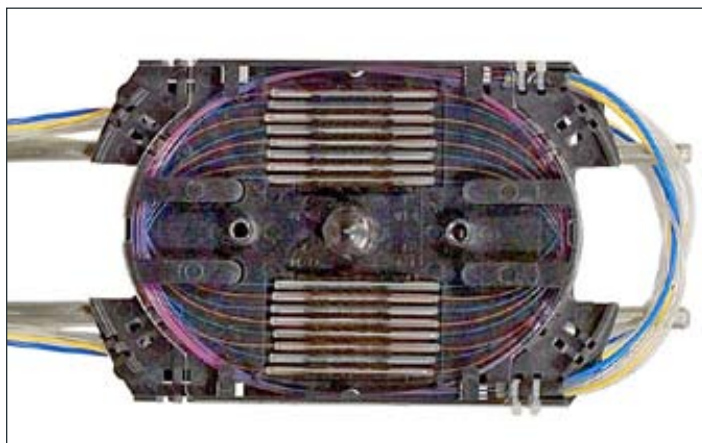

Рисунок 4.17 – Ввод ОМ в кассету КУ-01(с запасом ОМ)
- обрезать ОМ, закрепить (без натяжения) пучок ОМ на вводе в кассету со стороны, противоположной оголовнику, в соответствии с рис. 4.17.